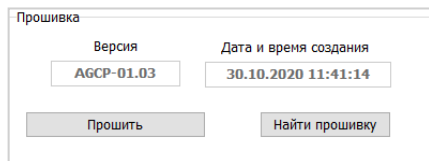

Рис.33. Чтение прошивки и загрузка прошивки в устройство.
- После загрузки файла прошивки вам станет доступной кнопка «Прошить» и появится информация о прошивке: версия, дата и время создания файла (Рис.33).